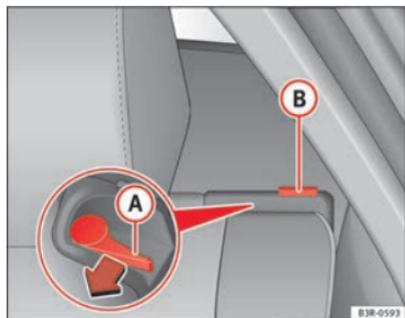

Fig. 116 Levier de déverrouillage du dossier
- Poussez le levier de déverrouillage (A) ⇒ fig. 116 dans le sens de la flèche.